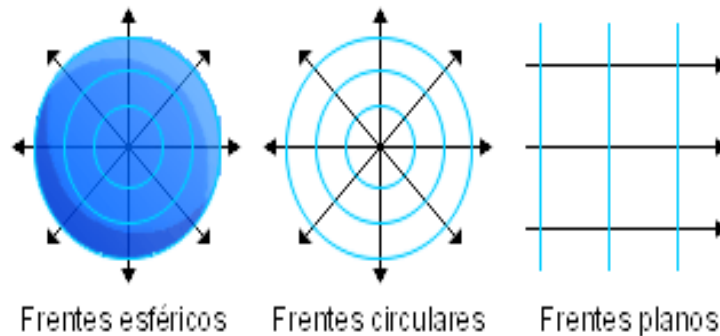

Figura 2.2. Frentes de ondas sonoras.
- El sonido se propaga gracias a las ondas planas y esféricas, forman los llamados frentes de ondas. Un ejemplo de onda esférica es la que produce en foco sonoro muy pequeño radiando en el espacio libre. Una onda plana es la que se propaga en la dirección del eje de un tubo rígido con un pistón vibrante plano en extremo (**Ver figura 2.2**).